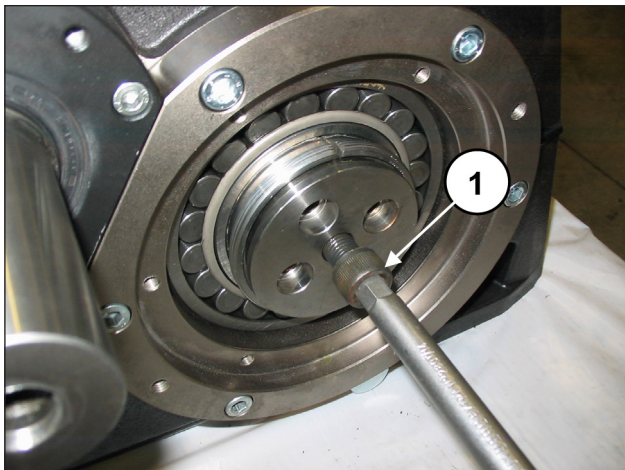

Fig. 80
Aplique um parafuso M16 de comprimento adequado (35-40 mm) no furo M16 do eixo de manivela e aperte até apoiar a flange contra a bússola (pos. ①, Fig. 80). Não aperte os parafusos.